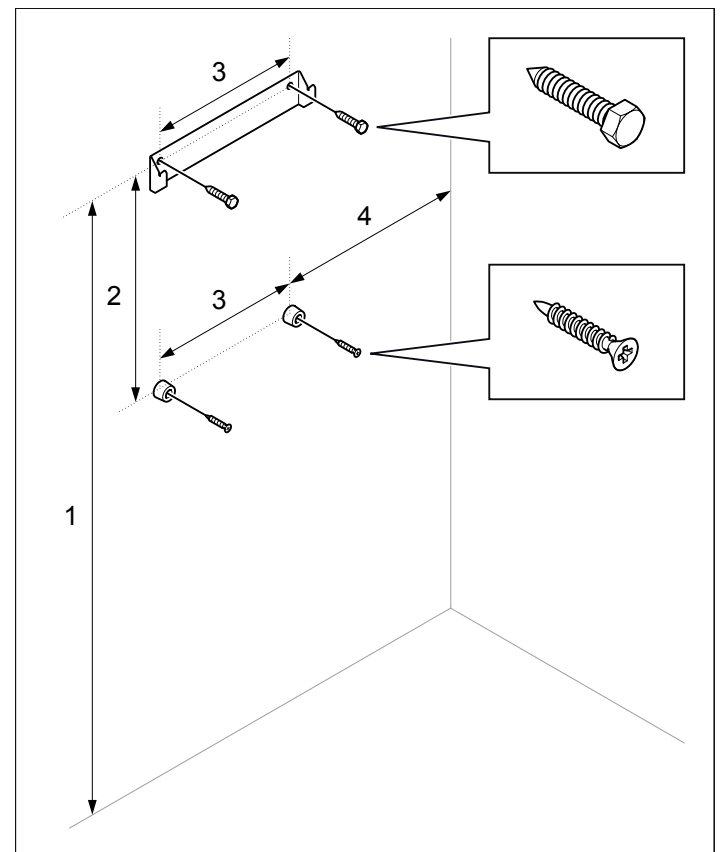

Figure 8 : Support avec vis et entretoises
1. Fixez le support et les entretoises sur la cloison en respectant les dimensions spécifiées (voir figure 8).